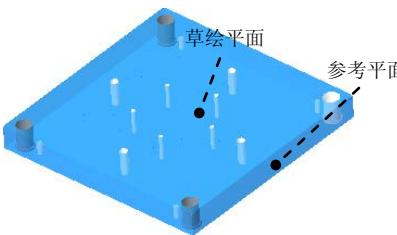
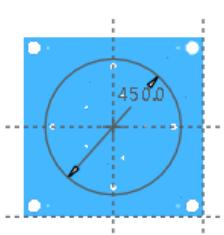
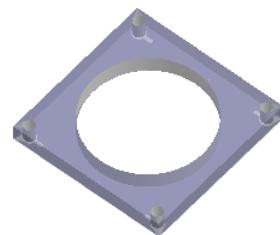
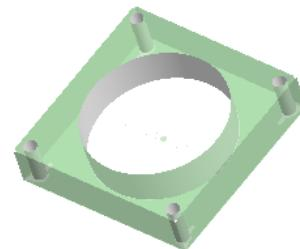

图 30.39 定义草绘平面
图 30.40 截面草图
图 30.41 编辑动模板
图 30.44 编辑定模元件
Step1. 定义动模板。在模型树中选择动模板 **EMX_CAV_PLATE_MH001.PRT** 并右击，在系统弹出的快捷菜单中选择 **拉伸** 命令，系统转到零件模式下；单击 **模型** 功能选项卡 **形状** 区域中的 **拉伸** 按钮，此时系统弹出“拉伸”操控板；选取图 30.44 所示的表面为草绘平面，然后选取图 30.39 所示的表面为参考平面，方向为 **右**。单击 **草绘** 按钮，进入草绘环境；绘制图 30.40 所示的截面草图，完成截面的绘制后，单击“草绘”操控板中的“确定”按钮 **✓**；在操控板中选取深度类型 **给定深度**，在操控板中单击“切除材料”按钮 **切除材料**。单击“反向”按钮 **反向** 调整切削方向，在“拉伸”操控板中单击 **完成** 按钮，完成特征的创建，结果如图 30.41 所示；关闭窗口，选择下拉菜单 **文件** **关闭(C)** 命令。
30.43 所示的截面草图；完成截面草图的绘制后，单击“草绘”操控板中的“确定”按钮 ；在操控板中选取深度类型 (指定深度值)，在文本框中输入深度值 115.0，在操控板中单击“切除材料”按钮 。单击反向按钮 ，调整切除结果如图 30.44 所示，在“拉伸”操控板中单击 按钮，完成特征的创建，结果如图 30.44 所示；选择下拉菜单 **文件** **关闭(C)** 命令。